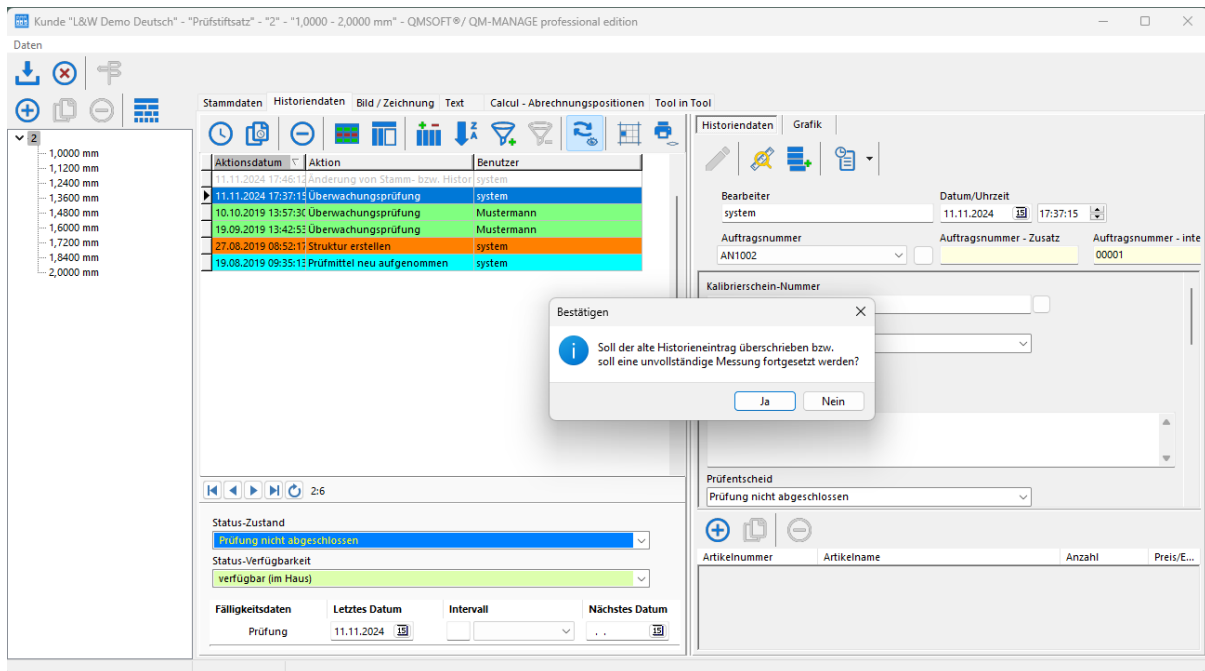

Abb. 5.1.31: Start des Prüfprogramms zum Fortsetzen einer abgebrochenen Messung.
- klicken Sie jetzt auf die Schaltfläche **QMSOFT®-Prüfprogramm...**, um das Programm **QMSOFT®/QM-PIN** zur Fortsetzung der unterbrochenen Messung aufzurufen, bestätigen Sie die Abfrage „Soll der alte Historieneintrag überschrieben werden“ mit Ja [Abb. 5.1.31].